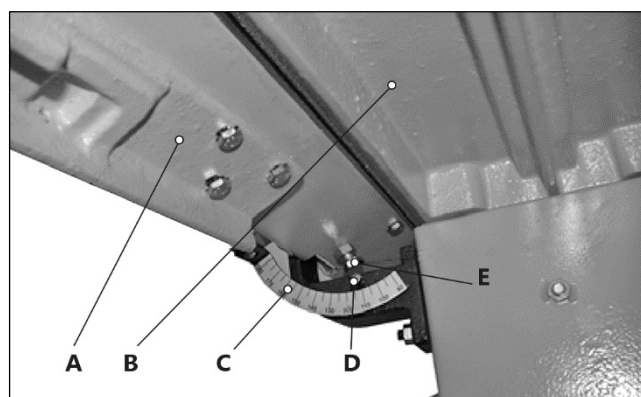

Рисунок 10.
Контроль угла наклона блока (А) шлифовальной ленты производится по шкале (С) (рис. 10) и указателю (D).
фиксации (С). Выполните пробное шлифование, произведите инструментальное измерение угла 90 градусов, при необходимости откорректируйте положение болта-ограничителя (Е) (рис. 10).